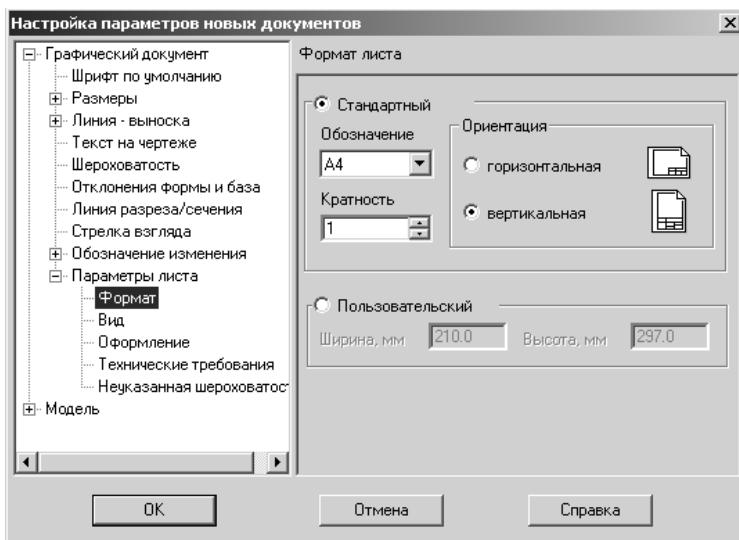

Рис. 1.1.5
4. В окне диалога «Настройка параметров новых документов» выбрать Параметр листа/Формат и установить параметры в Формате листа (рис. 1.1.5):